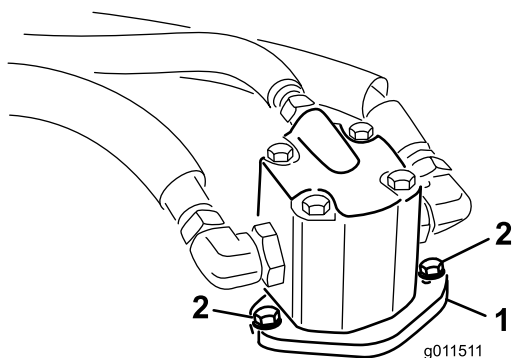

Figure 67
4. Enlevez les boulons qui fixent le moteur hydraulique au plateau de coupe (Figure 67). Soulevez le moteur et placez-le sur le dessus du plateau de coupe.